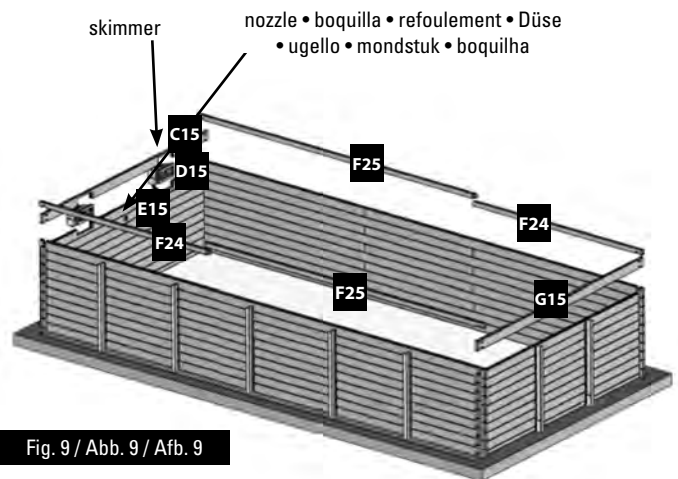

Fig. 9 / Abb. 9 / Afb. 9
- EN Skimmer:** • Place the specific boards of the skimmer facing the prevailing winds. Boards (C11) and (D11) will always be placed over a panel starting by board (B11) (figure 9). • The skimmer will not be stable until the pool is filled. The skimmer (with its flap) is fitted as the same time as the finishing board.
- FR Skimmer:** • Placez les madriers spécifiques au skimmer face aux vents dominants. Les madriers (C11) et (D11) se positionnent toujours sur un pan commençant par un madrier (B11) (figure 9). • Tant que le bassin n'est pas rempli, le skimmer ne sera pas stable. Le skimmer (avec son volet) s'emboîte en même temps que le madrier de finition.
- NL Skimmer:** • Plaats de planken die specifiek voor de skimmer zijn met het gezicht op de overheersende windrichting. De planken (C11) en (D11) worden altijd op een paneel geplaatst en er wordt begonnen met plank (B11) (afbeelding 9). • Zolang het zwembad niet is gevuld, zal de skimmer niet stabiel zijn. De skimmer (samen met zijn afsluiter) wordt op het zelfde moment ertussen gezet als de plank voor de afwerking.